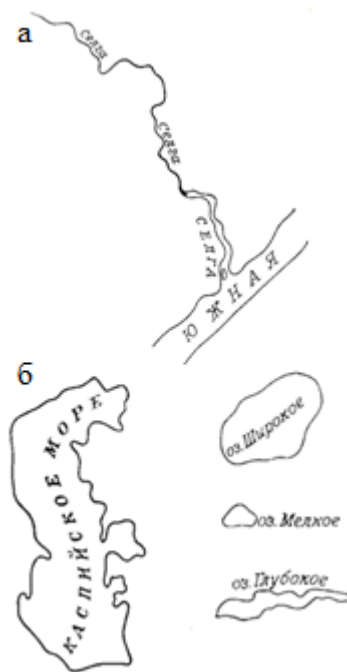

Рис. 18
- Название *рек* располагают параллельно руслу реки по плавной кривой, отражающей наиболее крупные изгибы русла (рис. 18, а). Мелкие изгибы не принимаются во внимание.
- размещении названий *площадных объектов* используют различные приёмы, связанные с характером протяженности, формой и величиной площади объекта (рис. 18, б). Горные хребты, низменности и другие объекты, имеющие протяженность, подписывают так, чтобы название располагалось вдоль объекта.